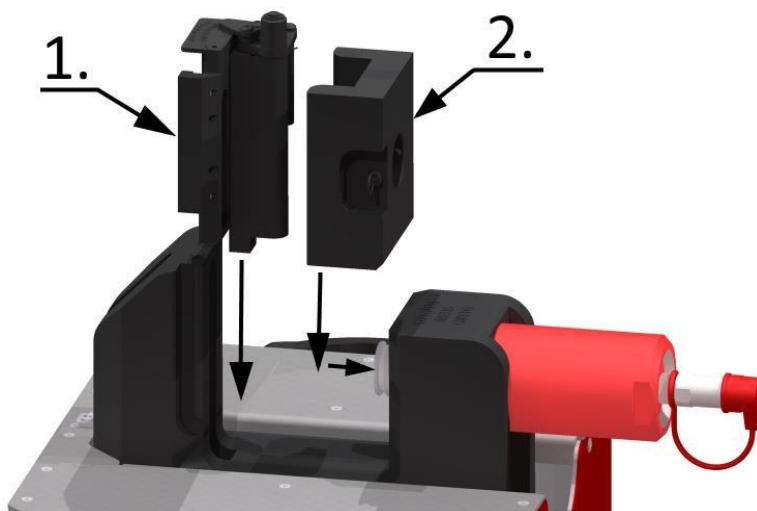

Рис. 14. Встановлення вставки для згинання.
2. Відтягніть фіксуючий штифт і встановіть матрицю вставки (рис. 14, поз. 1) на поршень, поки штифт не зафіксується.
3. Вставте пуансонову вставку (рис. 14, поз. 2) у пази корпусу.
2. Відтягніть фіксуючий штифт і встановіть вставку пуансона (рис. 14, поз. 1) на поршень, поки штифт не зафіксується.